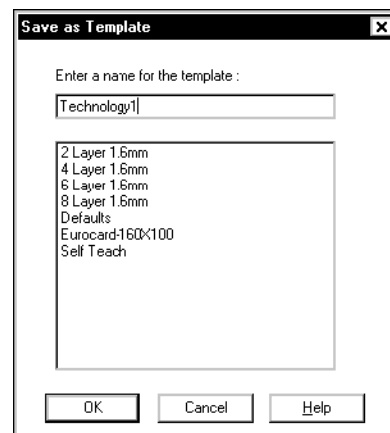

Рис. 21. Сохранение проекта как технологического шаблона.
5. В появившемся диалоговом окне Save As Template (рис. 21) введем имя для технологического шаблона, например, Technology1 и нажмем кнопку OK.